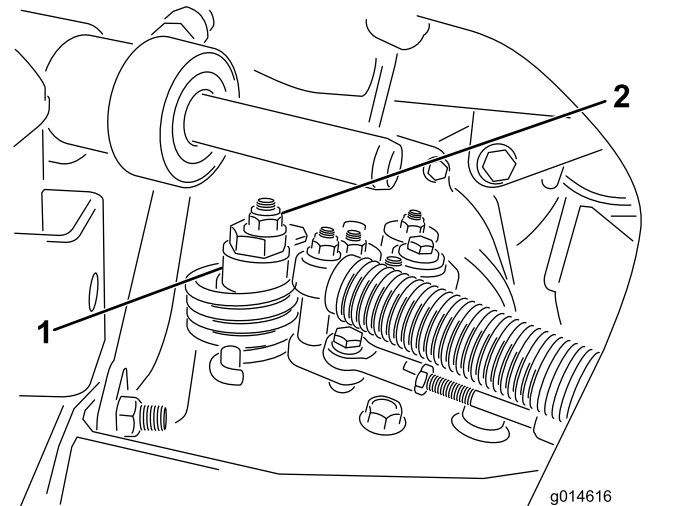

Bild 46
- A. Lösen Sie die Mutter, mit der der Exzenter oben am Hydrostat befestigt ist (Bild 46).
- C. Drehen Sie den Exzenter, bis kein Kriechen in jeder Richtung auftritt. Ziehen Sie die Schraube fest, wenn sich das Rad nicht mehr dreht, um den Exzenter und die Einstellung zu arretieren (Bild 46).